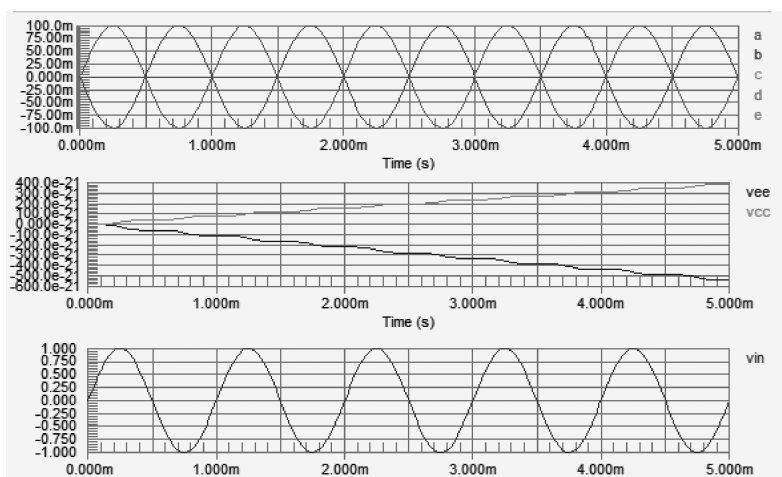

图 12-26 波形导入结果
(2) 继续将波形 c、d、e、f 导入到波形 a 中。
(3) 同样的方法，将波形 V_{cc} 导入到波形 V_{ee} 中。
(4) 分别选中波形 b、c、d、e、f、 V_{cc} ，选择右键快捷菜单命令 Delete Plot ，删除波形，最终结果如图 12-26 所示。